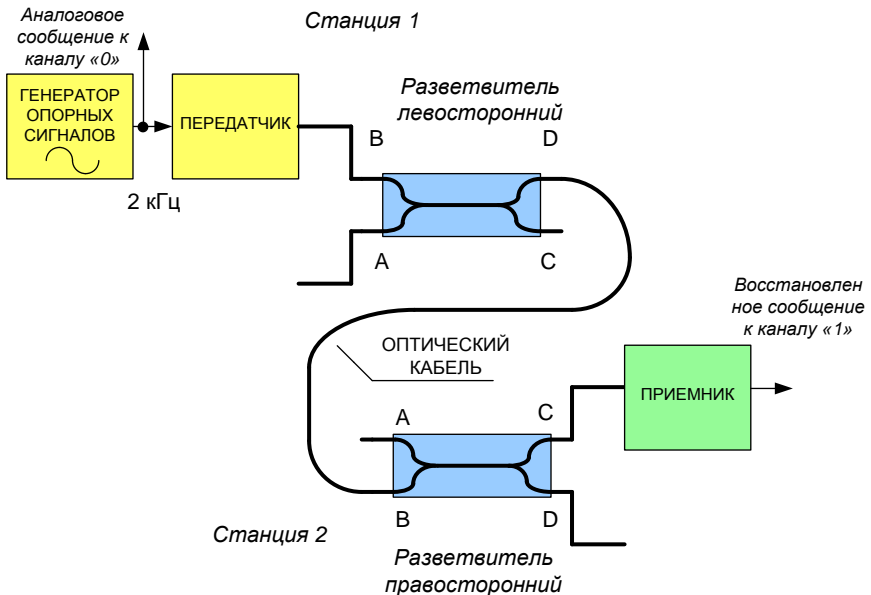

Рис.2. Структурная схема линии передачи информации
6. Выберите один из передатчиков с красным светодиодом и установите его переключатель режимов *Mode* в положение *ANAOLG* (Аналоговый). Для выполнения дальнейших исследований, используется структурная схема рис.2.